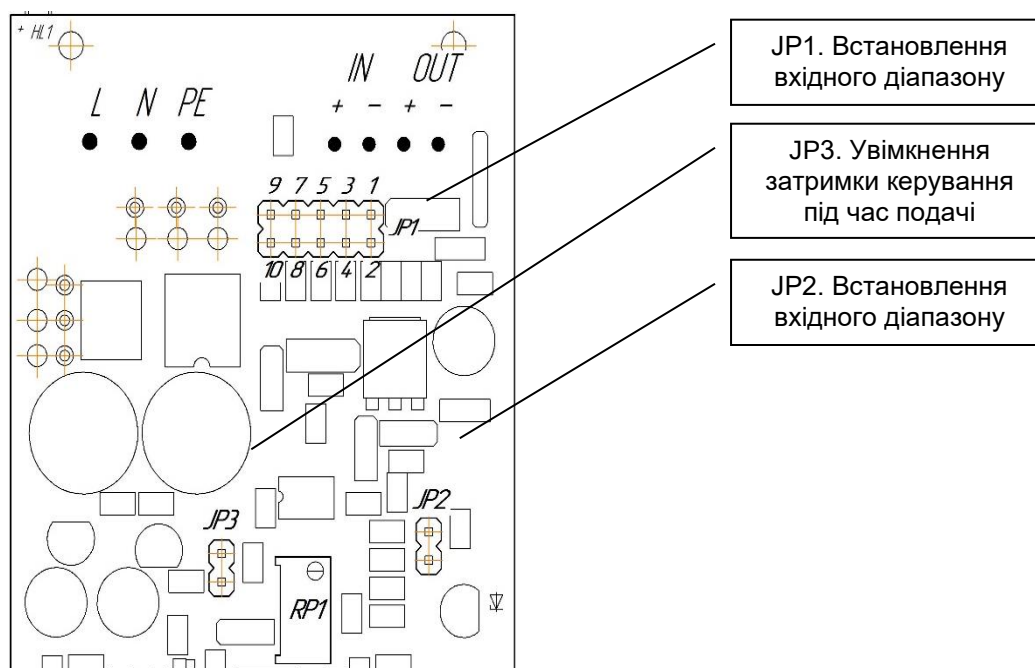

Рисунок 5.2 – Положення перемичок на платі блоку БУС-31
5.2.2 Для перенастроювання блоку на інші типи вхідного сигналу використовуйте рисунок 5.2 та таблиці 5.2.1 та 5.2.2.